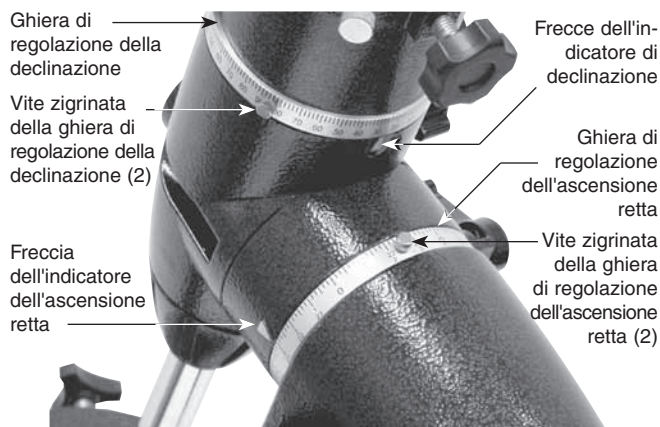

Figura 9. Ghiere di regolazione dell'ascensione retta e della declinazione.
La scala della ghiera di regolazione dell'ascensione retta è in ore, da 1 a 24, con piccole tacche che rappresentano incrementi di 10 minuti (un'ora di ascensione retta corrisponde a 60 minuti). La sequenza inferiore di numeri è per le osservazioni nell'emisfero settentrionale, mentre i numeri nella parte superiore sono per le osservazioni nell'emisfero australe. La posizione della freccia dell'indicatore delle coordinate di ascensione retta è mostrata in Figura 9.
4. Allentare una delle viti zigrinate sulla ghiera di regolazione dell'ascensione retta (vedere Figura 9) per consentirne la rotazione libera. Ruotare la ghiera di regolazione fino a portare la freccia del puntatore dell'ascensione retta in corrispondenza della coordinata di ascensione retta riportata nell'atlante stellare. Serrare nuovamente la vite della ghiera di regolazione.